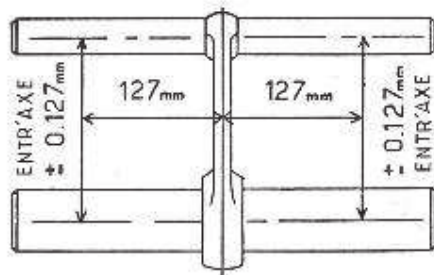

Fig. 14. — Vérification d'une bielle (tolérances de parallélisme des axes).
• Vérifier le parallélisme des axes de pied et tête de bielles, comme indiqué sur la figure 14, ainsi que la torsion (voir les tolérances au chapitre CARACTÉRISTIQUES).